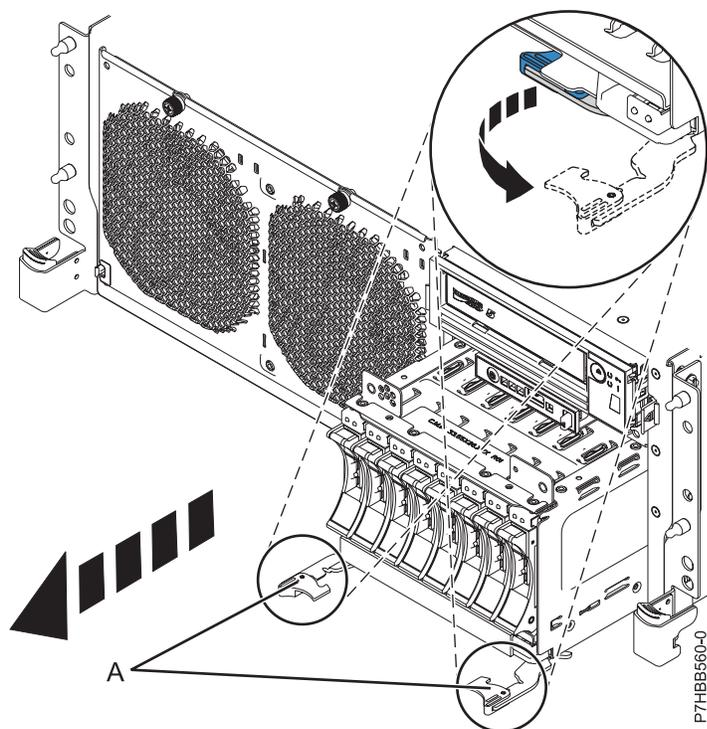
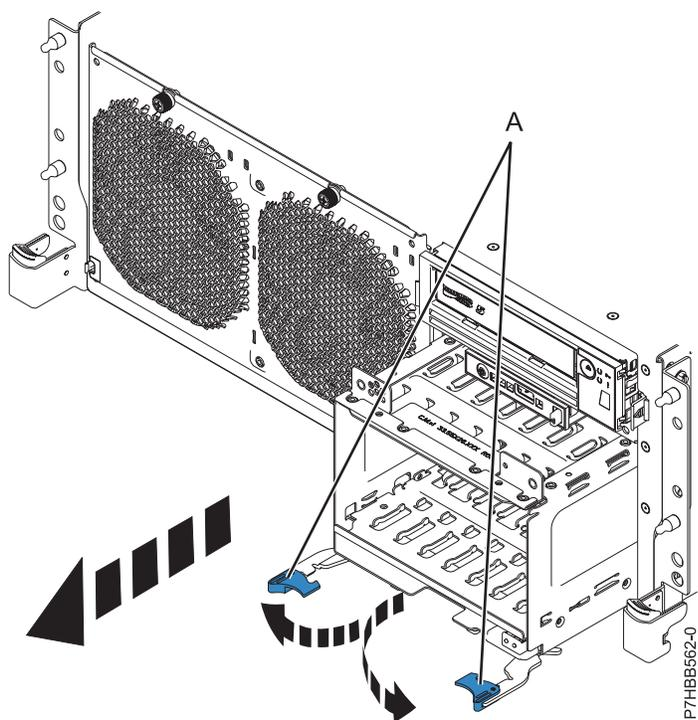

Figure 24. Retrait du fond de panier comportant des unités de disque
Figure 25. Retrait du fond de panier ne comportant pas d'unités de disque
15. Déverrouillez le fond de panier de l'unité de disque en tirant les poignées (A) afin de les mettre en position ouverte, au centre du fond de panier, comme indiqué dans la figure 24, à la page 47 et la figure 25, à la page 47.